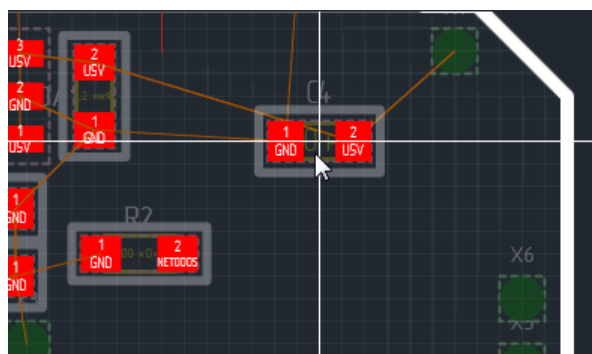

Рис. 84 Выбор места для размещения радиодетали на плате
3. Переместить курсор в рабочую область, при этом на плате будет отображен предполагаемый вид посадочного места, см. Рис. 84.